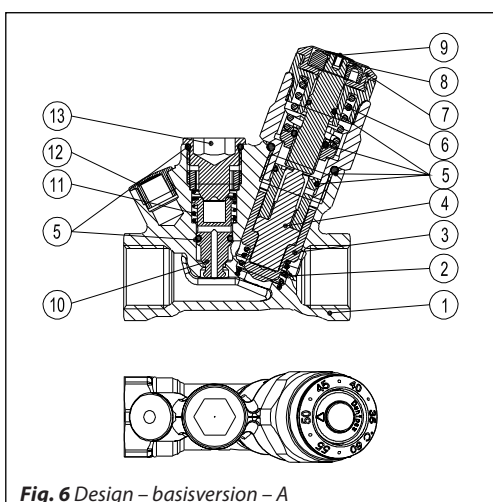
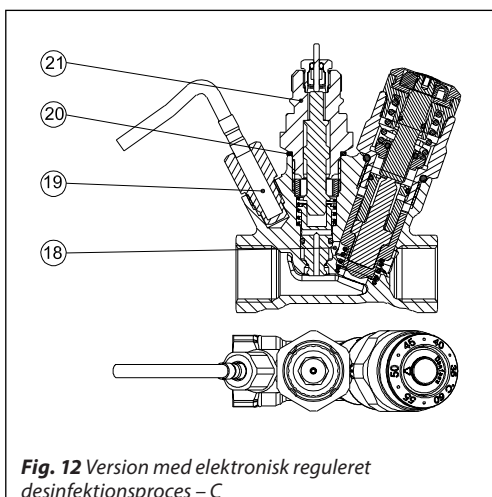

Fig. 6 Design – basisversion – A
Fig. 12 Version med elektronisk reguleret desinfektionsproces – C
MTCV - er en termostatisk selvvirkende, proportional ventil. Et termoelement (fig. 6 elem. 4) er placeret i ventilkeglen (fig. 6 elem. 3) og reagerer på temperaturændringer.
En sikkerhedsfjeder (fig. 6 elem. 6) beskytter termoelementet mod at blive beskadiget, når vandtemperaturen overstiger den indstillede værdi.
Efter afmontering af proppen for desinfektionselementet (fig. 6 elem. 13)- (dette kan gøres under drift, under tryk) kan det termiske desinfektionselement monteres (fig. 9 elem. 17).
- 1-13 Som beskrevet i fig. 6
Efter fjernelse af desinfektionsproppen (fig. 6 elem. 13) kan adapteren monteres (fig. 12 elem. 21), og termomotoren TWA kan monteres.
En temperaturføler PT 1000 skal monteres i termometerhovedet (fig. 12, elem. 19). Termoaktuator og føler er tilsluttet til den elektroniske regulator CCR2+, som giver en effektiv og velfungerende desinfektionsproces i hvert cirkulationsstigrør. Hovedreguleringselementet arbejder inden for temperaturområdet 35-60 °C. Når desinfektionsprocessen/termovandbehandlingen starter, regulerer CCR2+ flowet gennem MTCV ved hjælp af termoaktuatorer TWA. Fordelene ved en elektronisk reguleret desinfektionsproces med CCR2+ er: